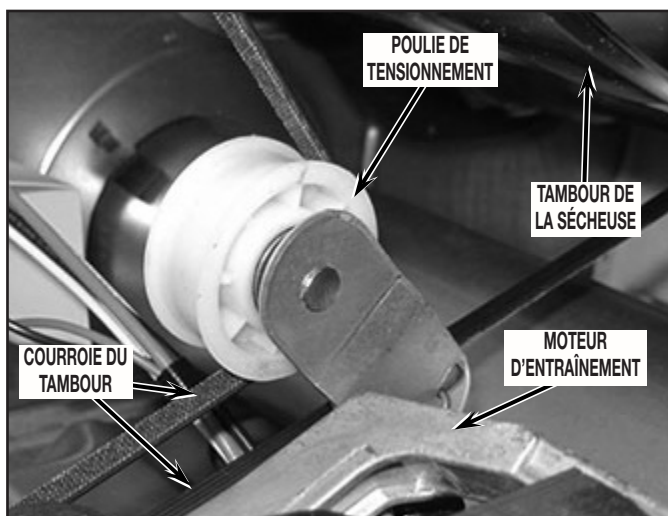

FIGURE 17
17. Extraire le tambour de la sécheuse : introduire un bras dans la sécheuse juste au-dessous du tambour, jusqu'à la face arrière du moteur d'entraînement; saisir la poulie de tensionnement et soulever la poulie pour supprimer la tension exercée sur la courroie; on peut alors séparer la courroie de la poulie du moteur et de la poulie de tensionnement. Au sujet de la dépose et de la réinstallation de la courroie, voir la Figure 17.